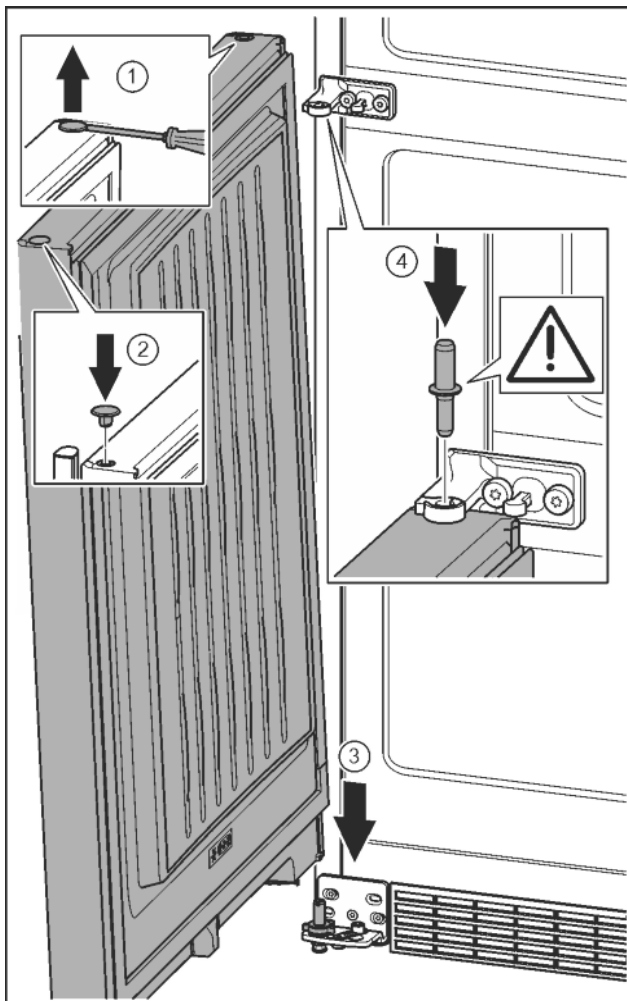

Fig. 22
- ▶ A dugót egy csavarhúzóval óvatosan emelje meg és húzza ki. Fig. 22 (1)
- ▶ A dugót helyezze be a másik ajtóoldalra. Fig. 22 (2)
- ▶ Az ajtót felülről helyezze az alsó csapszegre. Fig. 22 (3)
- ▶ Helyezze be az alsó ajtóba a középső csapszeget a középső csapágybakon keresztül. Ügyeljen közben arra, hogy a bekattanó bütyök hátrafelé mutasson. Fig. 22 (4)